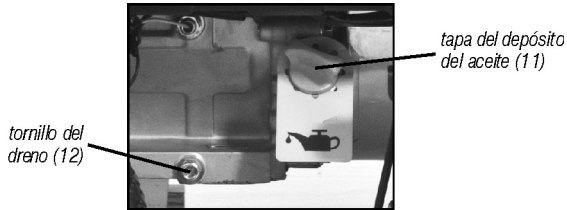

Fig. 21 – cambio de aceite
- 4 – Retire la tapa de drenaje del cárter (fig. 21);